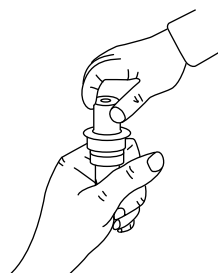
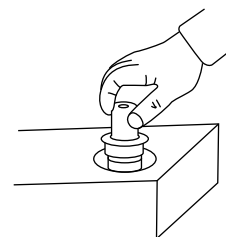

Figure 2.
Figure 3.
- 6- Lorsque le ciment est prêt, emplissez un trou à la fois avec la pâte de ciment jusqu'à 2,5 cm du bord, placez le niveau sur le réceptacle ( FIG 2 ) et enfoncez ce dernier dans le ciment jusqu'à ce que le réceptacle soit égal au dessus de la bordure ( FIG 3 ). Assurez-vous que le réceptacle soit de niveau en centrant la bulle de votre niveau.